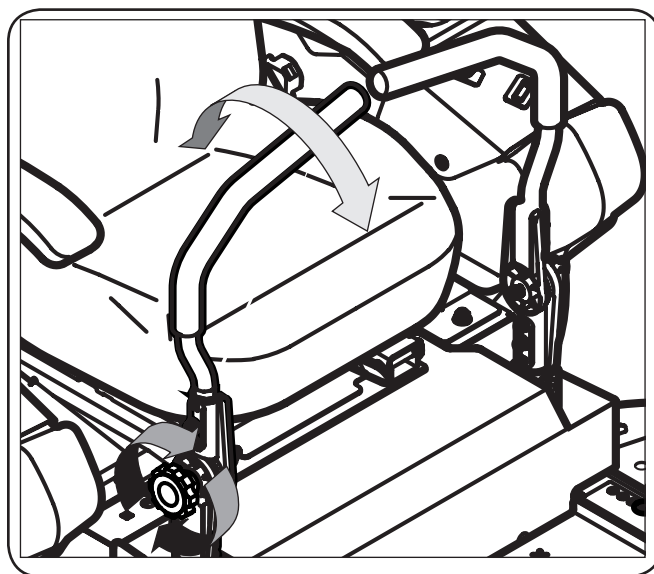

Figure 3-8
- Desserrez le bouton de réglage situé sur le côté de chaque barre de conduite. Voir Figure 3-8.